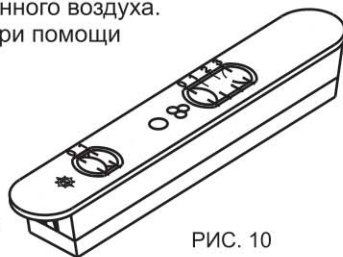

РИС. 10
7.2.1. Ползунковый переключатель (рис. 10).